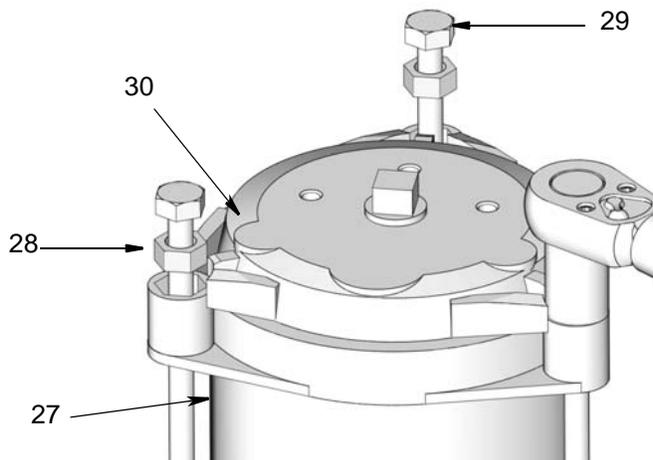

图 13
9. 盖子 (30) 是弹簧加载。用手在盖子上施力。此时，使用扳手松开并拆下拉杆 (29)。
松开对角线模式中的拉杆，渐渐小心松开每个拉杆，直至所有拉杆完全松开。拆下拉杆 (29) 和垫片 (28)。参见 图 13。
10. 从液箱 (27) 卸下盖子 (30)、弹簧 (25) (图 13)。